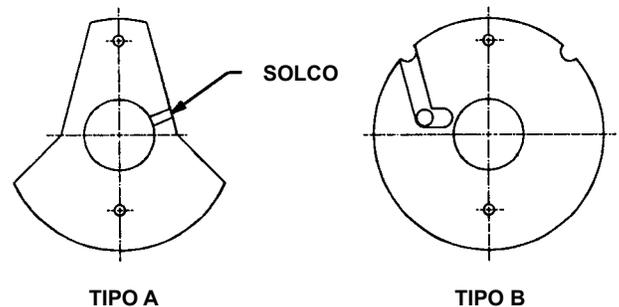

FIGURA 22
**PIASTRA BILANCIATRICE** – Se la piastra è separata dal supporto ed appare del Tipo A in **Figura 22**, la sua posizione può essere invertita. Il solco deve collegare la connessione di mandata al foro della boccola. Se è cambiata la rotazione, la piastra viene ribaltata (non ruotata) ed il solco potrebbe non essere visibile anche se continua a funzionare regolarmente. Se la piastra è del Tipo B, NON è reversibile ed occorrerà una nuova piastra.